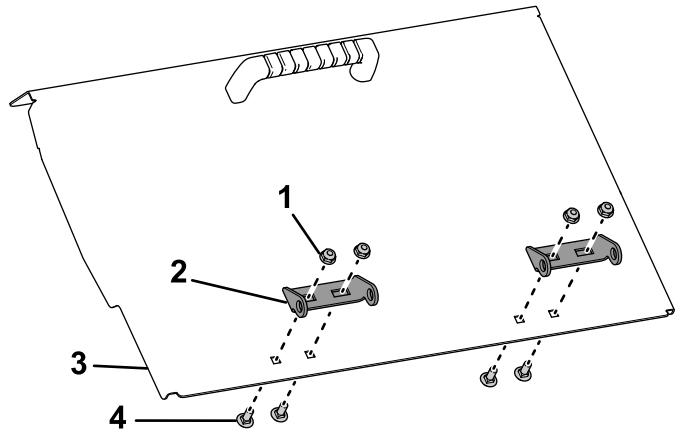

Figura 7
6. Instale a dobradiça da porta da tremonha utilizando os parafusos de carroçaria ($\frac{1}{4}$ pol. x $\frac{5}{8}$ pol.) e porcas de bloqueio fornecidos (Figura 7).